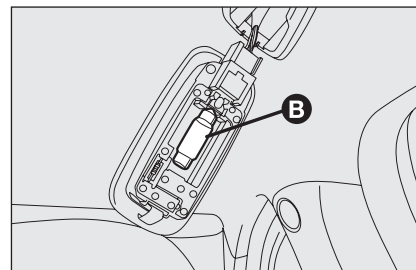

fig. 39
- ☐ sostituire la lampada **B-fig. 39** svincolandola dai contatti laterali accertandosi che la nuova lampada risulti correttamente bloccata tra i contatti stessi.